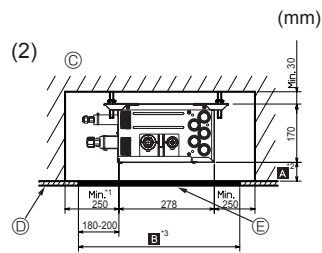
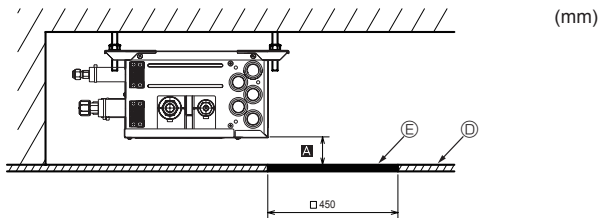
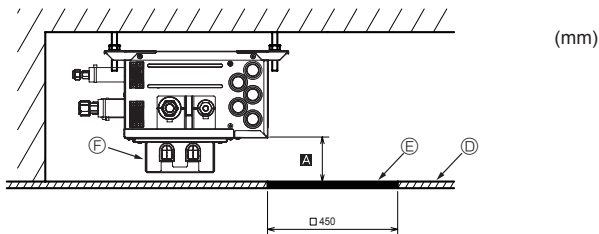

Fig. 4-7
Fig. 4-8
Fig. 4-9
(2) Vista laterale (Fig. 4-7, Fig. 4-8, Fig. 4-9)
Per installare la scatola del reattore opzionale, impostare su Min. 270 mm <valore raccomandato> (Fig. 4-9). **A**
Se il valore è "□ 450", preparare un foro per la manutenzione sul lato della scheda di circuito stampato (come indicato nella Fig. 4-8, Fig. 4-9), e la distanza **A** deve corrispondere a "300 mm minimo".